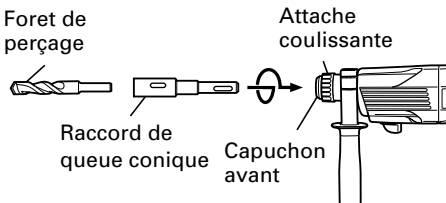
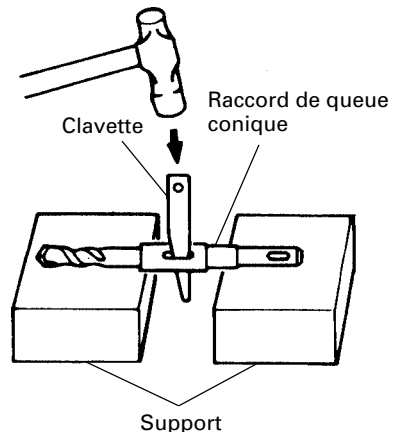

Fig. 12
Fig. 13
- (1) Monter le raccord de queue conique sur le marteau rotatif à percussion. (Fig. 12)
- (2) Fixer la mèche (queue conique) sur le raccord de queue conique. (Fig. 12)
- (3) Mettre l'interrupteur sur la position de marche (ON) et percer un trou de la profondeur voulue.
- (4) Pour retirer la mèche (queue conique), introduire la clavette dans la fente du raccord de queue conique et frapper la tête de la clavette avec un marteau alors que la perceuse est placée sur le support. (Fig. 13)